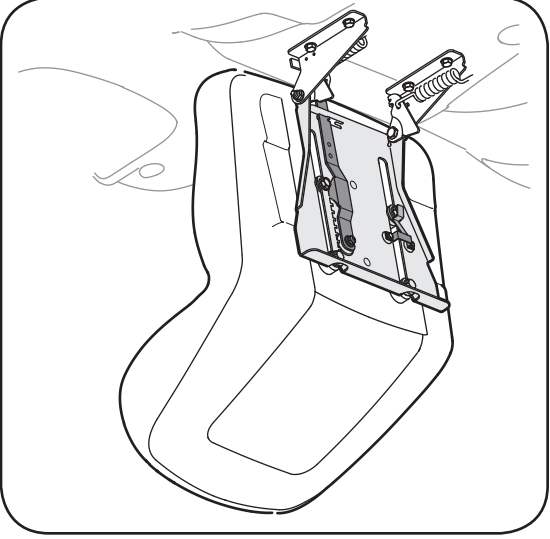

Figure 3-5
- REMARQUE :** Si le siège a été installé à l'envers sur le support de pivotement pour l'expédition, dégagez l'attache qui se trouve sur la butée et maintenez-la en position ouverte pendant que vous dégagez le siège du support de pivotement. Voir la Figure 3-5.
2. Faites glisser le siège jusqu'à ce que la cale d'écartement avant s'enclenche dans la butée. Voir la Figure 3-5.